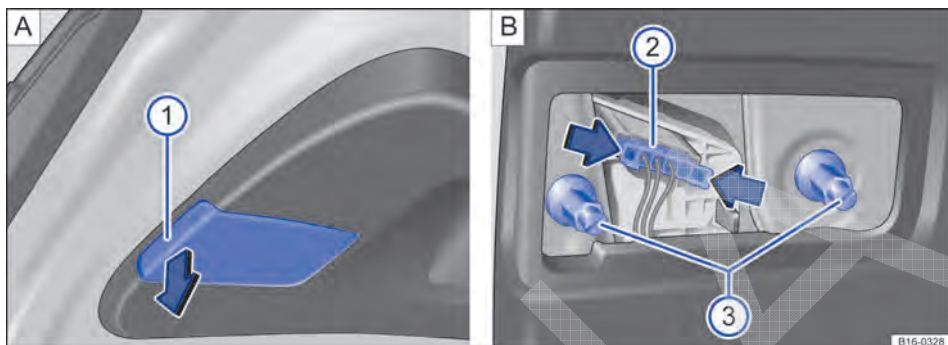

Fig. 244 Na tampa do compartimento de bagagem: **A** desmontar a cobertura da lanterna traseira, **B** desmontar a lanterna traseira.
3.	Com a haste da chave de fenda das ferramentas de bordo → Página 350, levantar cuidadosamente a cobertura no entalhe → Fig. 244 A 1 .
4.	Apertar os encaixes no conector → Fig. 244 B 2 no sentido da seta e puxar o conector.
5.	Soltar os parafusos → Fig. 244 B 3 e retirar cuidadosamente a lanterna traseira da tampa do compartimento de bagagem.
9.	Segurar a lanterna traseira na posição de montagem com uma das mãos e rosquear os parafusos de fixação com a outra mão → Fig. 244 [B] ③.
10.	Encaixar o conector → Fig. 244 [B] ② no suporte da lâmpada.